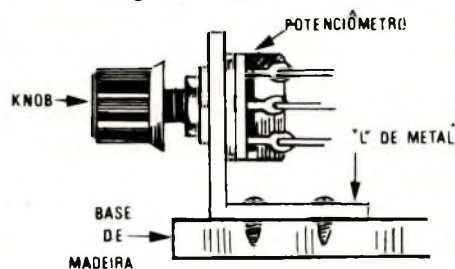

Figura 10
f) Os potenciômetros são do tipo linear ou logarítmico, devendo ser montados no painel do aparelho de modo que seu controle seja acessível. A fixação num "L" é recomendada se o aparelho não for instalado em caixa para se evitar que os mesmos, ficando livres possam encostar em algum ponto da ponte de terminais ou placa de circuito impresso causando com isso problemas (figura 10).